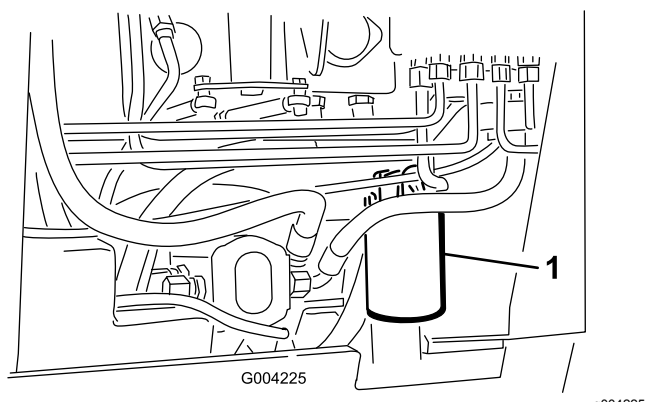

Figura 60
4. Collocate una bacinella di spurgo sotto il filtro (Figura 60).
5. Togliete il filtro usato (Figura 60) e pulite la superficie della guarnizione dell'adattatore del filtro.
7. Montate il filtro idraulico di ricambio sull'adattatore del filtro (Figura 60). Girate il filtro in senso orario finché la guarnizione di gomma non tocca l'adattatore, quindi serrate il filtro di un altro 3/4 di giro.